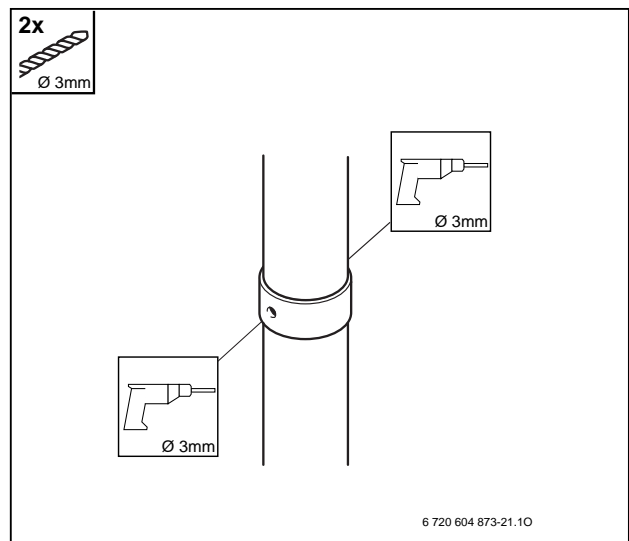

Figura 3
- Se taladrarán dos agujeros de 3 mm de diámetro en el conducto de aire de combustión. Profundidad máxima de taladrado: 8 mm. **¡En ningún caso se dañará el conducto de evacuación de gases quemados!** (Figura 3).